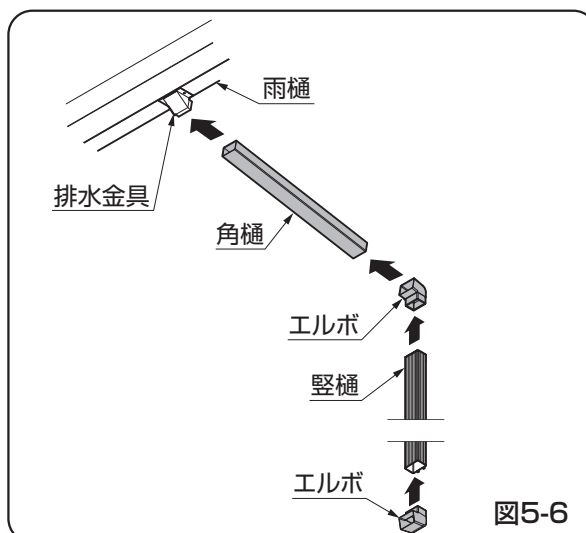

図5-6
④角樋、エルボを排水金具、縦樋に差込んでください。(図5-6参照)